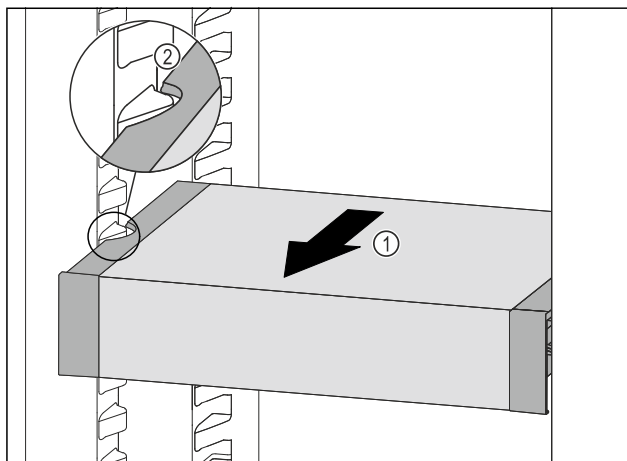

Fig. 188
- VarioSafe naar voren trekken Fig. 188 (1), tot de uitsparingen aan de zijkant van de VarioSafe zich ter hoogte van de rib in het koelgedeelte bevinden. Fig. 188 (2)